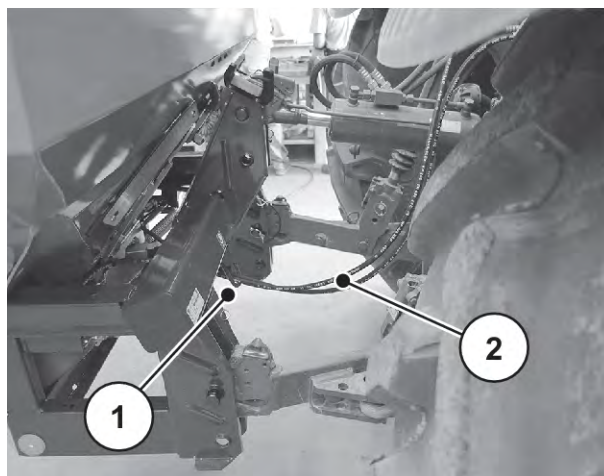

Fig. 25: Guide de flexibles hydrauliques
- ▶ Poser les flexibles hydrauliques sous le tube transversal. Voir *Fig. 25 Guide de flexibles hydrauliques*